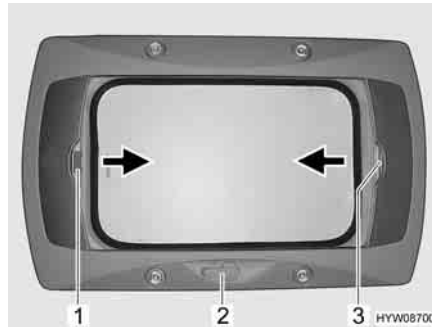

Fig. 81 Oblò a manovella
- Ruotare la manovella (Fig. 81,2) fino a quando non si incontra resistenza.
- Tirare la tendina oscurante pieghevole per la maniglia (Fig. 81,3) nella direzione della freccia fino alla posizione desiderata e rilasciare. La tendina oscurante pieghevole rimane in questa posizione.
- Tirare la zanzariera a rullo per la maniglia (Fig. 81,1) nella direzione della freccia verso la maniglia contrapposta della tendina oscurante pieghevole (Fig. 81,3) e farla innestare.
- Tirare la maniglia della zanzariera a rullo (Fig. 81,1) dietro, verso l'alto, e sganciare la zanzariera a rullo dalla tendina oscurante pieghevole (Fig. 81,3).